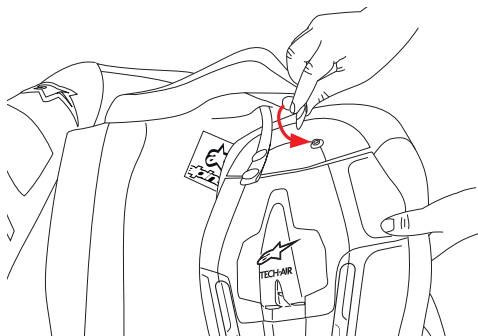

Figura 6
- Installare la maglia airbag sui due perni inferiori (passo 2 dell'installazione della maglia airbag – vedere Figura 6)